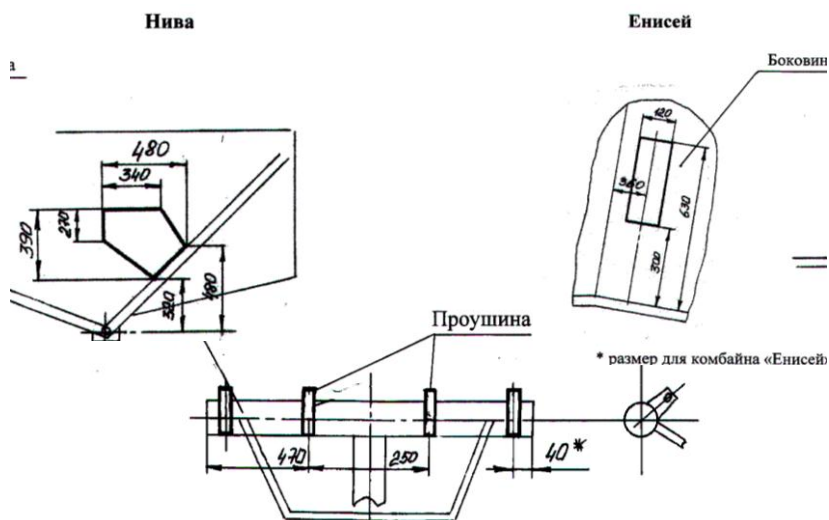

Рисунок 2. Схема доработки комбайна.
6. Доработать боковину копнителя, вырезав окно под ремни по размерам, прилагаемого шаблона (рис. 2), для комбайна «Нива» прилагается шаблон.